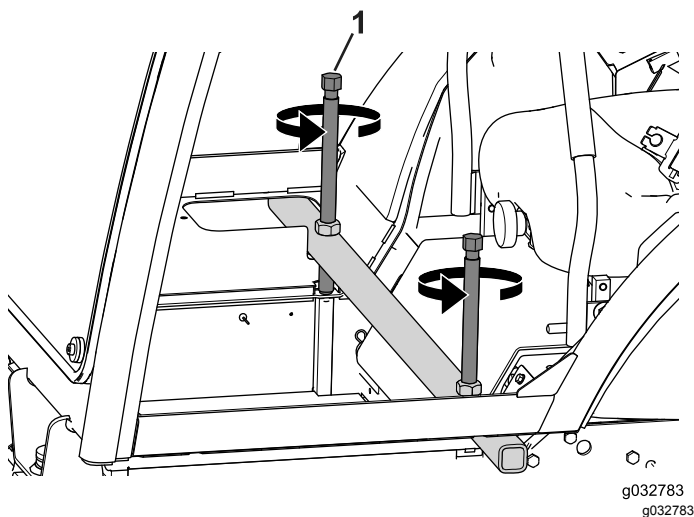

図 70
1. 左右の昇降ねじを交互にそれぞれ数回ずつ回転させてキャブを徐々に機体に降ろす 図 70。